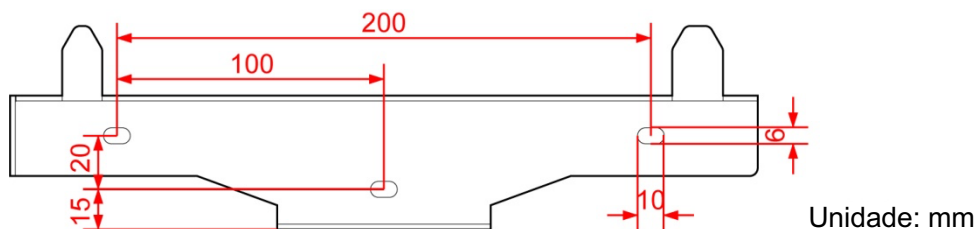
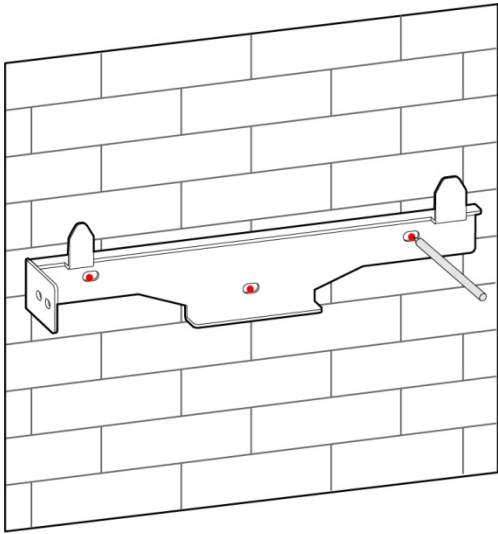

Figura3-7 Tamanho da instalação
Figura3-8 Marque a posição da furação
- Etapa 2 Marque a posição dos furos de instalação na parede de acordo com as dimensões dos furos de fixação do suporte de instalação (conforme mostrado na Figura3-7), e faça 3 furos de Φ 8,5 mm na parede de acordo com a posição marcada, conforme mostrado na Figura3-8.